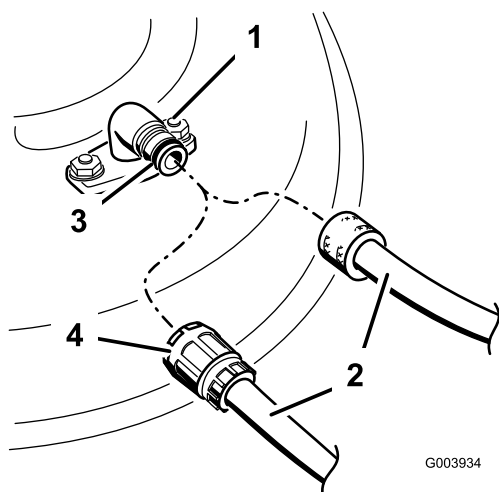

Figura 63
3. Conecte el acoplamiento de la manguera al extremo del conector de lavado del cortacésped, y abra el grifo al máximo (Figura 63).